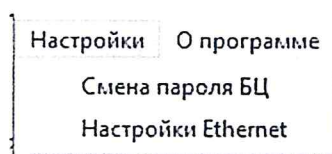

Рисунок 32 – Меню «Настройки»
4.2.3. Меню «Настройки» включает в себя следующие подменю (рисунок 32):